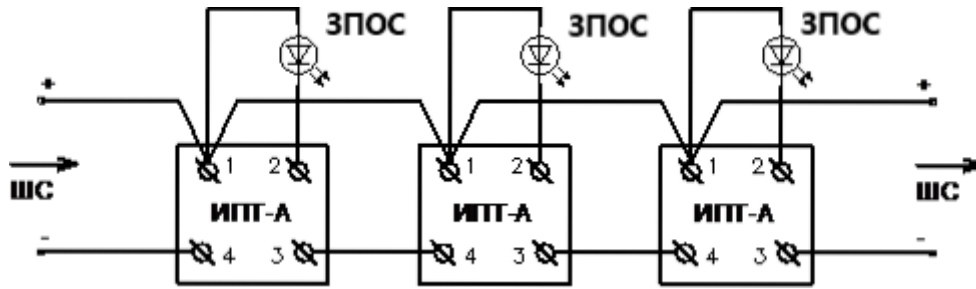
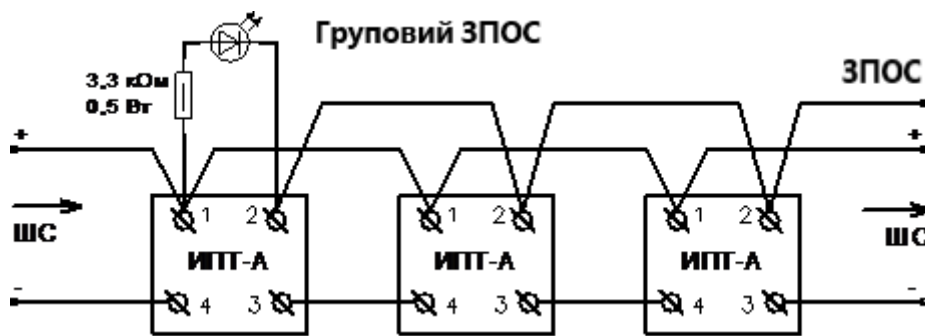

Рис. 6. Схема підключення ЗПОС окремо до кожного сповіщувача
Рис. 7. Схема підключення групового ЗПОС
- якщо необхідно, підключити зовнішній пристрій оптичної сигналізації (ЗПОС) відповідно до рис. 6 та рис. 7.